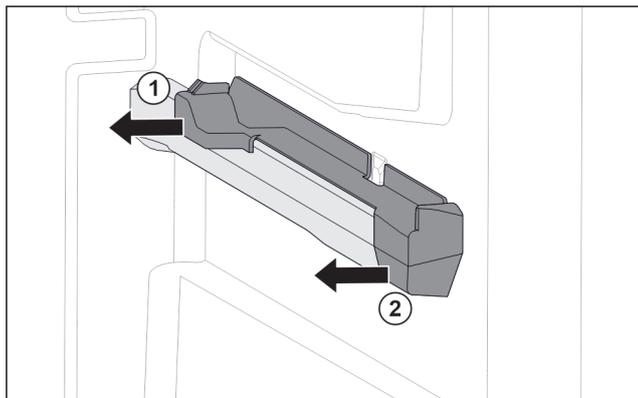

Fig. 74 右侧容器肋梁上的插装件
- ▶ 将插装件后部拉到一侧。 Fig. 74 (1)
- ▶ 将插装件前部拉到一侧。 Fig. 74 (2)